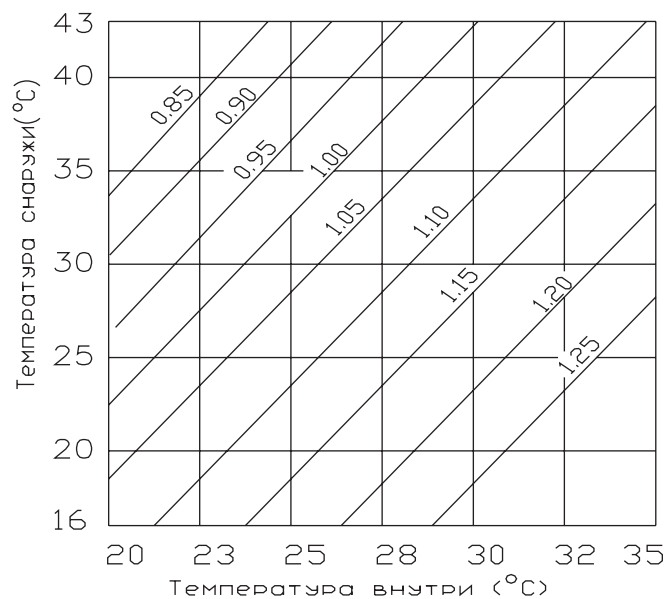

Рис. 8.2- График изменения производительности при работе на охлаждение в зависимости от температуры внутри и снаружи помещения
8.1.2 Фактическая производительность каждого внутреннего блока изменяется в зависимости от длины трассы и температуры воздуха внутри и снаружи помещения в соответствии с таблицей 8.2 и графиками на рис. 8.2 и 8.3.
8.1.4 Фактическая производительность при работе на охлаждение и нагрев системы зависит от значения температуры внутри и снаружи помещения (см.графики на рис.8.2 и 8.3)
8.1.5 Значения температуры на рис.8.2 и 8.3 приведены по “сухому” термометру.